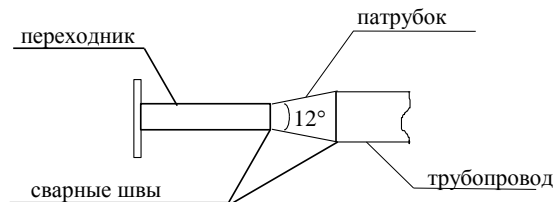

Рисунок 2
- внутренний диаметр трубопровода в месте разрыва должен быть равен Ду ТПРГ с отклонением не более $\pm 2\%$; если отклонение диаметра более $\pm 2\%$, то между переходниками и трубопроводом следует приварить, выполняя требования к соосности, конические патрубки конусностью не более 12° (см. рисунок 2); допускается использовать вместо конических патрубков концентрические переходы по ГОСТ 17378-2001;